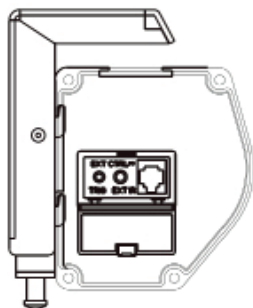

Rysunek 14
2. Zamocować uchwyty sufitowe za pomocą znajdujących się w zakresie dostawy śrub M5x10 mm na mocowaniach ściennych i upewnić się, że śruby na mocowaniu ściennym są dobrze dokręcone. (Rys. 14 i 15)